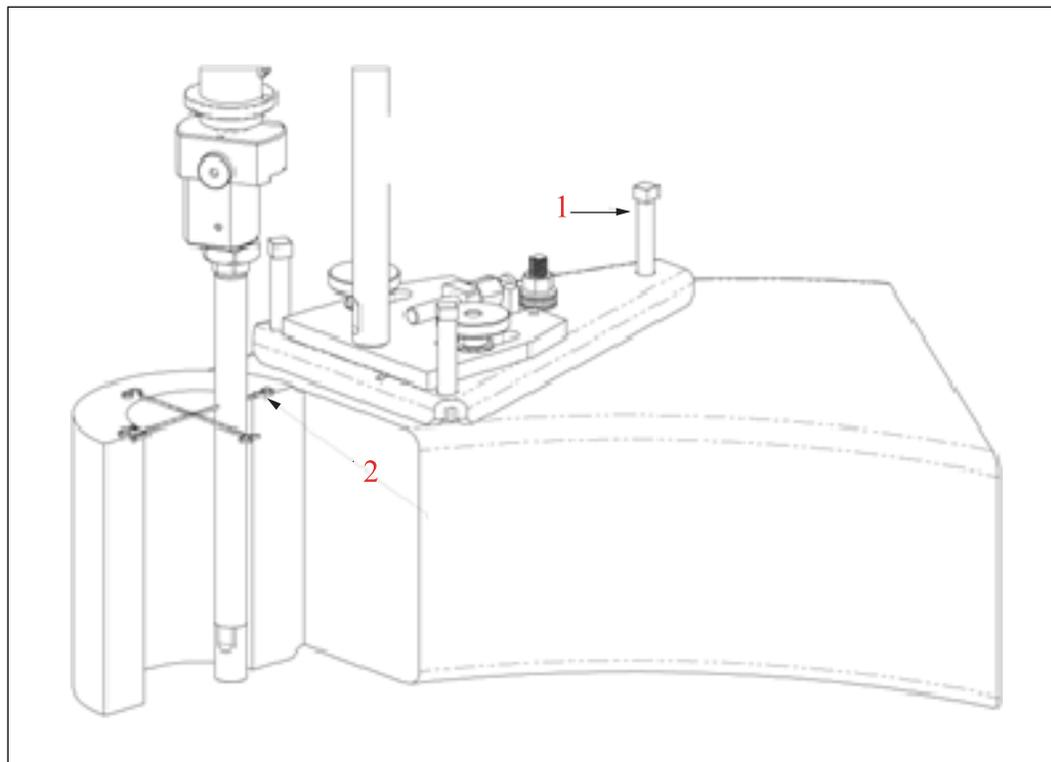

РИС. 3-6. ВЫРАВНИВАНИЕ ПО ПОЛОЖЕНИЮ 6 ЧАСОВ
5. Переместите станок вперед или назад, чтобы присоединенное удлинение приблизилось к поверхности отверстия в положении 6 или 12 часов (см. рис. 3-6 на стр. 39). Отрегулируйте задний винтовой расширитель как необходимо, чтобы расположить удлинитель параллельно отверстию.